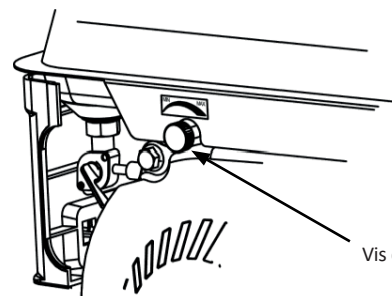

Fig. 6
**Vis de réglage de la vitesse (Fig. 6)**